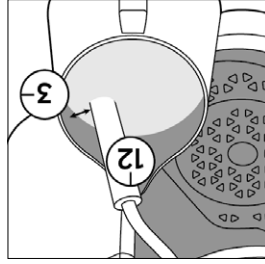

Figura 10
5. Gire la perilla de control a la posición de vapor (Figura 10). Esto tomará unos segundos para calentarse antes de comenzar a burbujear. Usted deberá escuchar el vapor saliendo. Si está silencioso, podría significar que no tiene agua y que el vapor no está saliendo. Puede ser necesario añadir más cantidad de agua. Cuando escuche salir el vapor, siga la posición en la Figura 10 y permita que el vapor se mueva en un movimiento circular. Toma unos 2½ minutos para espumar 4 onzas de leche entera/ 2%/ leche descremada a 150
4. Una vez que el café comienza a colarse en la taza, interrumpa el proceso de colado girando la perilla de control a la posición de apagado ("OFF"), coloque su jarrita para espumar de acero inoxidable de manera que el tubo espumador quede sumergido en la leche, aproximadamente 1/2 a 1" dentro de la leche (Figura 10 en la página siguiente).